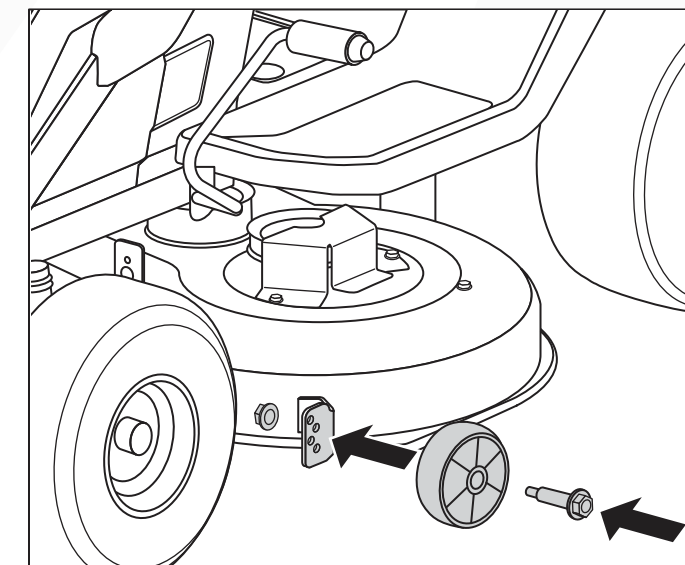

Fig. 5
1. Asegure la rueda antideslizante izquierda con el tornillo y la tuerca proporcionados. (Fig. 5)